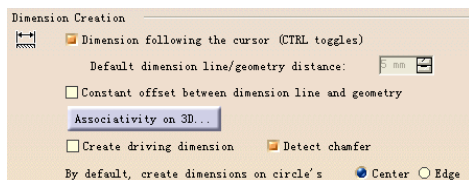

图 6-75
(1) Dimension Creation (尺寸生成) 选项组 (如图 6-75 所示)